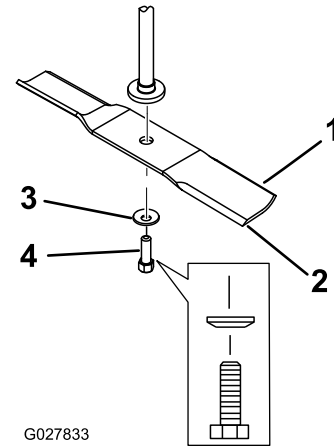

Figura 49
Sujete el extremo de la cuchilla usando un trapo o un guante grueso. Retire del eje el perno de la cuchilla, la arandela curva y la cuchilla (Figura 49).
1. Instale la cuchilla en el eje (Figura 49).
2. Instale la arandela curva (con la copa hacia la cuchilla) y el perno de la cuchilla (Figura 49).